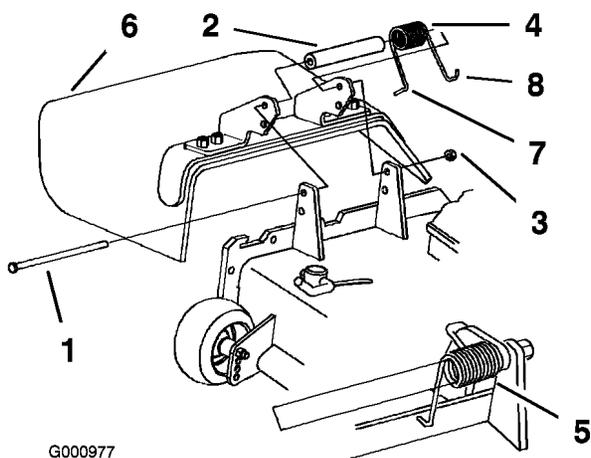

Figure 85
- Retirez le contre-écrou, le boulon, le ressort et l'entretoise qui fixent le déflecteur aux supports de pivot (Figure 85). Enlevez le déflecteur s'il est endommagé ou usé.
Remarque: Prenez soin de placer l'extrémité en **L** du ressort derrière le bord du plateau avant de mettre le boulon en place, comme indiqué à la Figure 85.
- Remettez le boulon et l'écrou. Accrochez l'extrémité en **J** du ressort au déflecteur d'herbe (Figure 85).